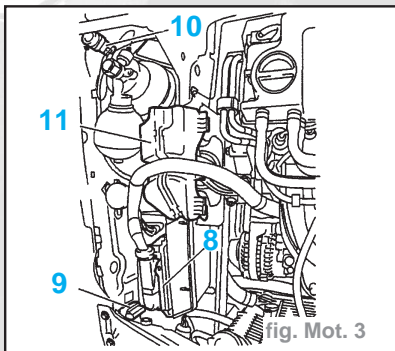

fig. Mot. 3
- le calculateur d'injection (8) (fig. Mot. 3)
- l'interrupteur à inertie (10)
- le connecteur (9)
- le cache (11)